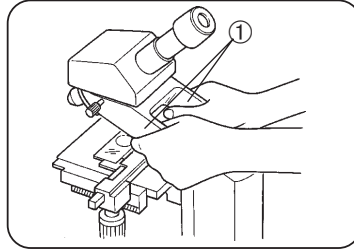

Abb. 2
(Abb. 2 & 3)
Zum Tragen des Mikroskops den Arm an beiden Seiten ① der Öffnung mit beiden Händen fassen, wie in Abb. 2 gezeigt, und vorsichtig tragen.